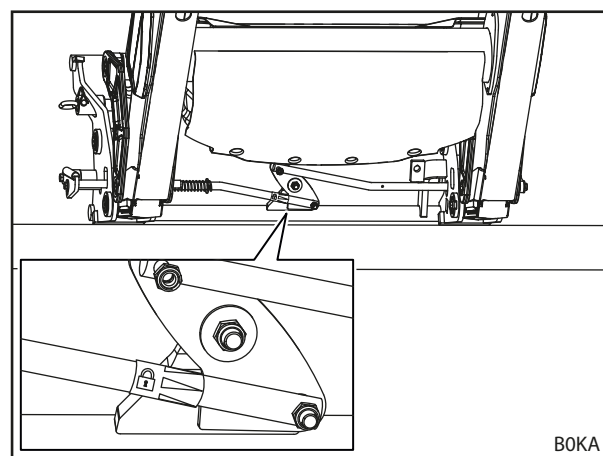

Рис. 78 Проверка запирающего механизма рабочего органа по наклейке (комбинированная сменная рама Euro-MX)
**i** На комбинированных сменных рамах Euro-MX наклейка расположена по центру на одной из штанг (см. Рис. 78).